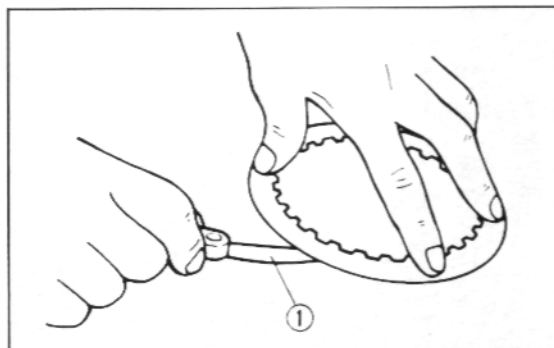

Bild 104 ►
- Ungespannte Höhe der Kupplungsfeder messen. Siehe Bild 104. Verschleissgrenze: 32,6 mm.